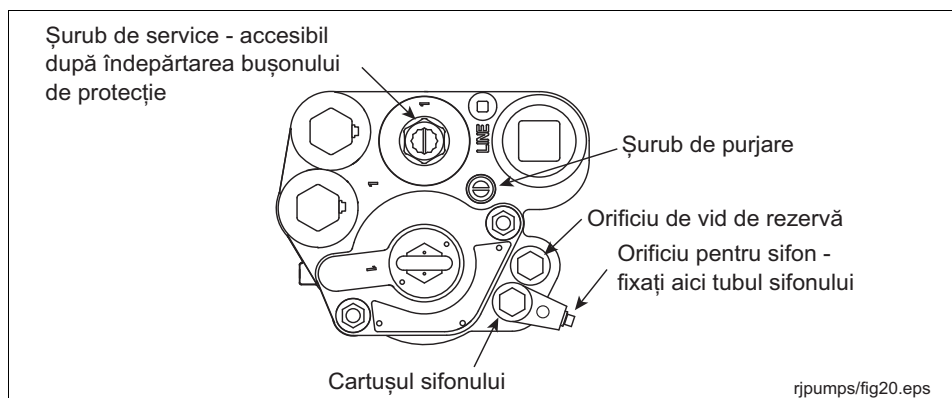

Figura 19. Conexiune sifon
Orificiul pentru sifon al pompei Red Jacket STP este un ansamblu sifon care se potrivește în unul dintre cele două orificii de vid (vezi Figura 19). Capul orificiului poate fi rotit după slăbirea hexagonului de sus pentru cuplarea tubului de intrare al sifonului/ Strângeți ansamblul sifonului la un cuplu de 15-30 ft-lbs (20-41 N•m) după poziționare.
2. Deschideți șurubul de purjare a aerului cu 2 - 3 ture în sens antiorar (vezi Figura 19).